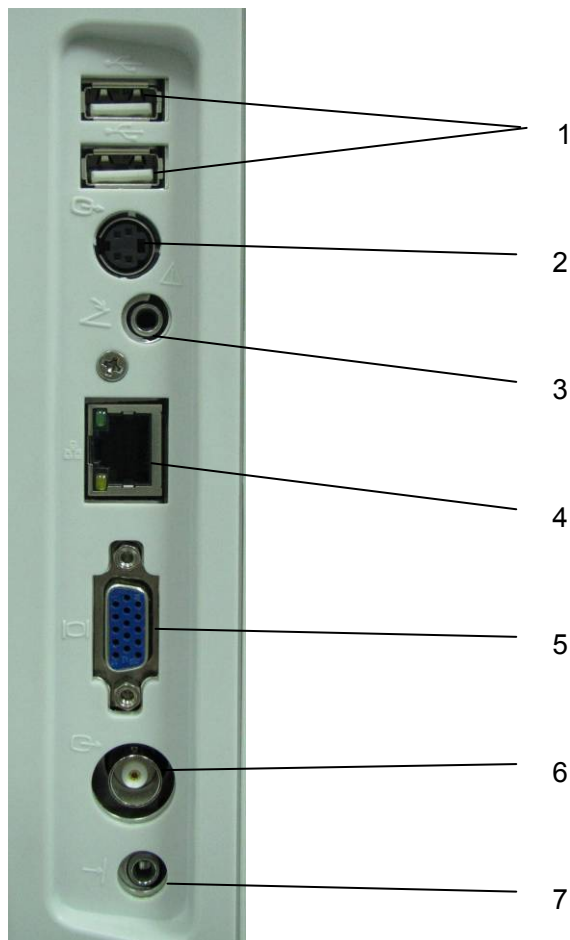

Figure 4-7 Ports I/O sur le Panneau Gauche
4. Les pièces et les accessoires doivent être connectés aux ports d'entrée/sortie indiqués sur la Figure 4-7. Par exemple, seul le dispositif USB fourni ou recommandé peut être connecté aux ports USB; NE connectez PAS de ligne téléphonique au port réseau; NE connectez PAS d'écouteur au port de connexion de la pédale ou au port distant.
Référence Figure 4-7 Ports I/O sur le Panneau Gauche